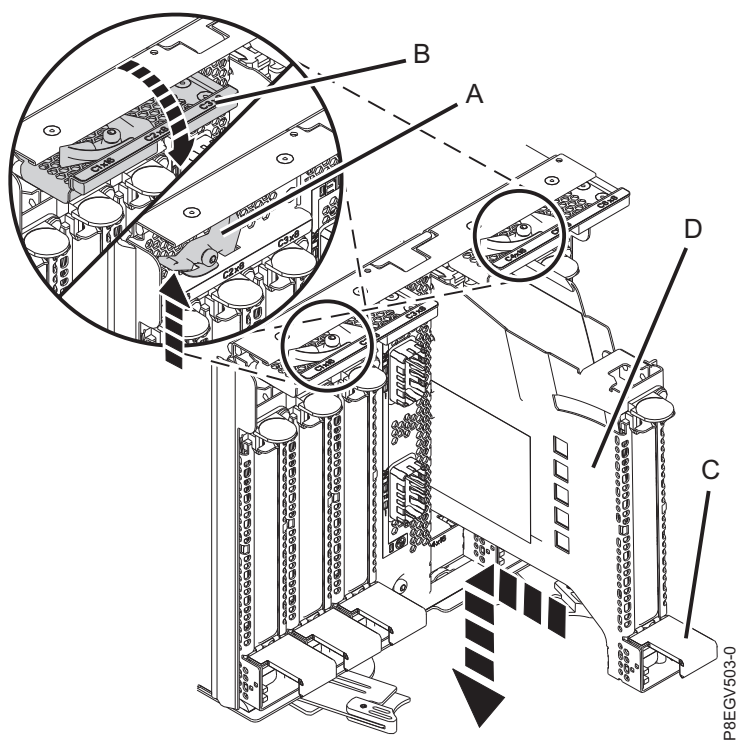

Figure 6. Installation d'une cassette de cartes PCIe
- b. Saisissez avec précaution le bord supérieur de la cassette de cartes (**D**) et alignez celle-ci avec son emplacement. Pour plus d'informations, voir figure 6, à la page 7.
- d. Lorsque la cassette de cartes PCIe (**D**) est entièrement insérée dans son emplacement, appuyez sur sa poignée (**C**) pour bloquer la cassette (**D**) dans son connecteur. Pour plus d'informations, voir figure 6, à la page 7.
- f. Faites pivoter les portes de verrouillage (**B**) vers le bas et appuyez dessus afin de les mettre en position fermée, comme illustré dans la figure 6, à la page 7. Les loquets de carte (**A**) se bloquent automatiquement.